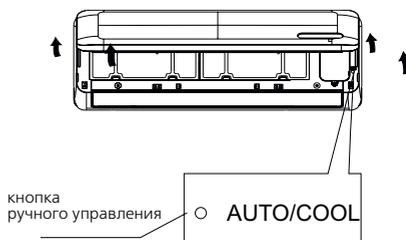

Рис. 12
- Кнопкой ручного управления (см. рис. 12) выберите режим AUTO или COOL: кондиционер начнет работать в принудительном режиме AUTO или COOL (более подробно см. руководство по эксплуатации пульта ДУ).